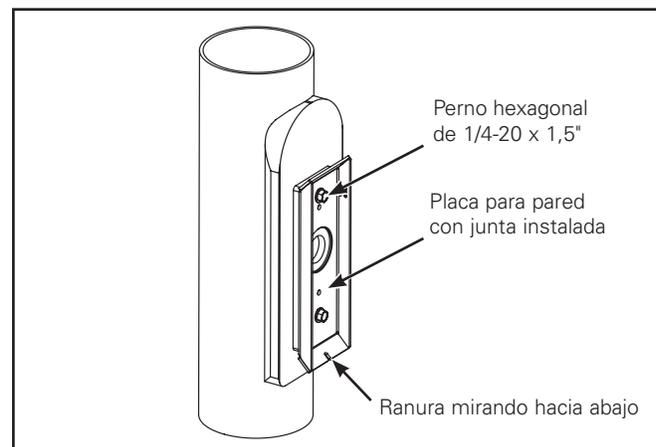

Figura 3.
2. Ajuste la placa de montaje del alojamiento, con la ranura mirando hacia abajo, con los pernos hexagonales de 2 x 1/4"-20 que se muestran. La torsión de ajuste deberá ser de 50 pulg.-lb (0,56 Nm) (Figura 3.)